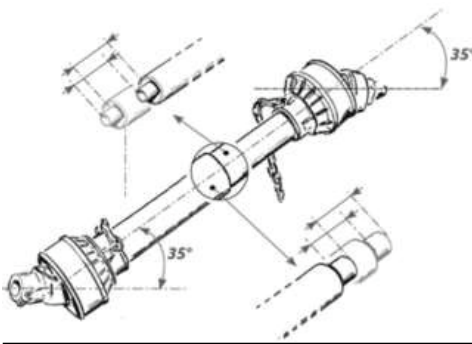

Figura 15- Un ejemplo de ángulo máximo en la línea de transmisión.
- Para mantener el eje de la toma de fuerza en buen estado de funcionamiento, asegúrese de que las posiciones de trabajo no excedan el ángulo de conducción máximo de 35 ° para transmisiones estándar y 80 ° para transmisiones de gran angular. (Figura 15)